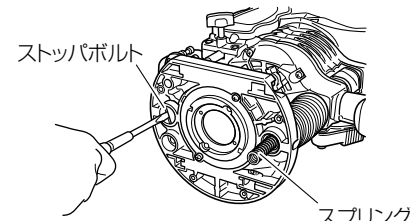

図 11
- (1) サブベースの4本のネジをゆるめ、サブベースを取はずします。
- (2) ストップボルトをマイナスドライバーでゆるめて取はずすことで、スプリングを抜くことができます。(図11)